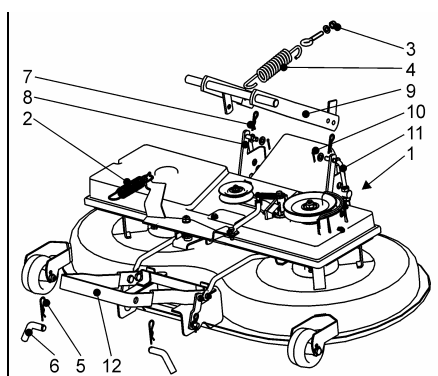

Fig. 35
A. DEMONTAGE VAN DE MAAIER (Fig. 35)
3. Hef het voorste deel van de tunnel lichtjes op zodat hij loskomt uit de twee pinnen (1)